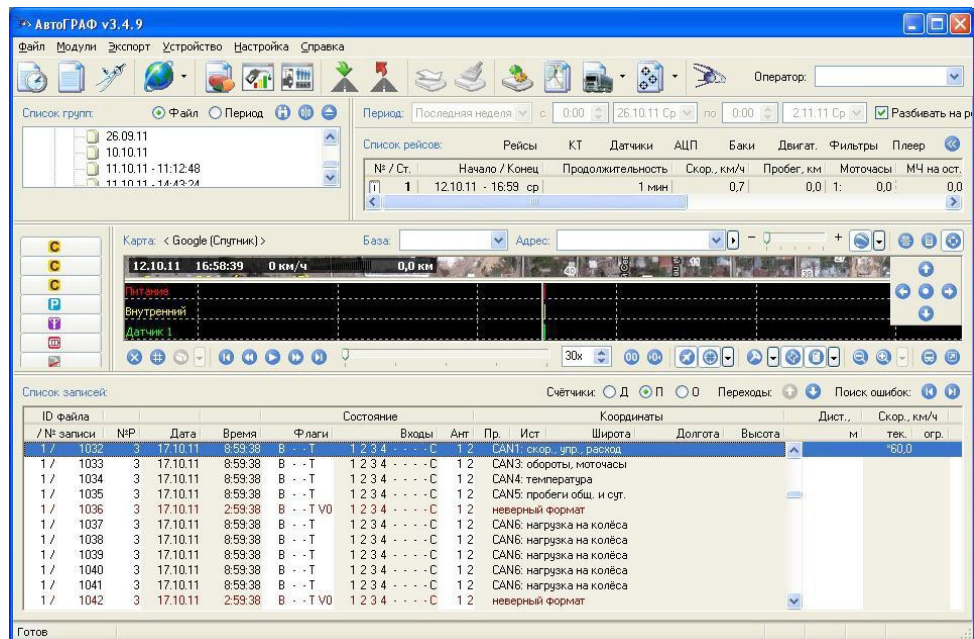

Рис.8. Данные, принятые с шины CAN, в диспетчерской программе «АвтоГРАФ».
9. В «сырых данных» контроллера в диспетчерском ПО отображаются данные, считанные с шины CAN (Рис.8).